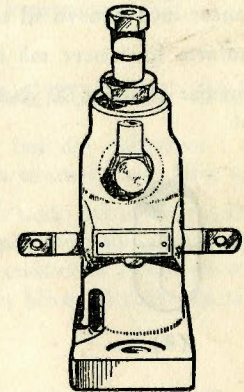

Fig. 13. Type BPF1C../03
- 2) BPF1C../03, BPF1X../03 og BPF1D../03. Vandret flange med længdeaksen vinkelret på reguleringsstangen (fig. 13).